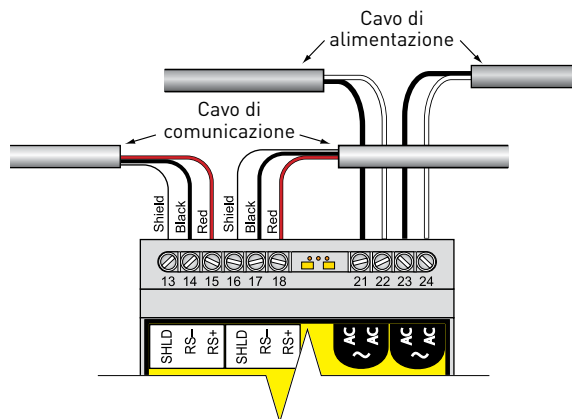

Figura 3. Collegamenti alimentazione e comunicazione
Il TTSIM-2 comunica tutti i messaggi di allarme e di stato tramite il cavo twisted pair schermato per collegamenti RS-485. Due dei quattro conduttori del cavo di alimentazione/comunicazione sono utilizzati per la comunicazione e gli altri due possono essere utilizzati per l'alimentazione. In alternativa, per l'alimentazione si può utilizzare un cablaggio separato, come illustrato in Figura 3.
- Spellare i fili primari in modo da scoprire circa 6 mm (1/4 di pollice) di conduttore e collegare come segue: (vedere Figura 3).